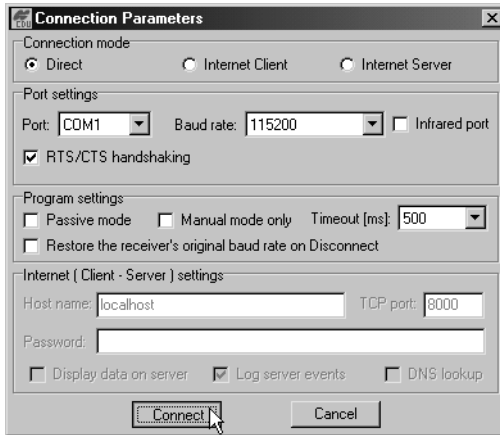

Figura 4-8. Connection Parameters – Negociación RTS/CTS
2. En el cuadro de diálogo Connection Parameters, habilite la negociación RTS/CTS (Figura 4-8).